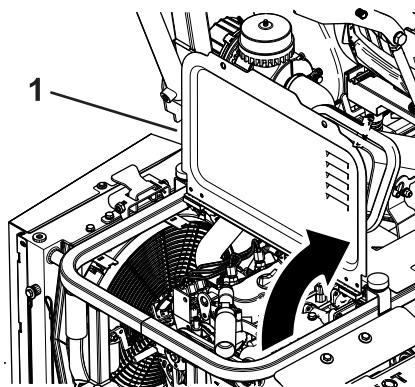

Figura 51
- Retire las fijaciones y eleve la cubierta para acceder al motor (Figura 51).